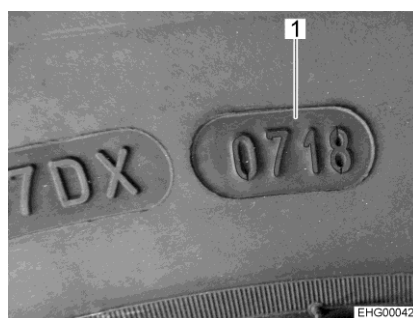

Fig. 227 Número DOT
- ▷ Los neumáticos no deben tener más de 6 años porque el material se hace frágil con el paso del tiempo. El número de DOT (Fig. 227,1) de cuatro dígitos en el flanco del neumático indica la fecha de fabricación. Las dos primeras cifras designan la semana, las dos últimas cifras el año de fabricación.